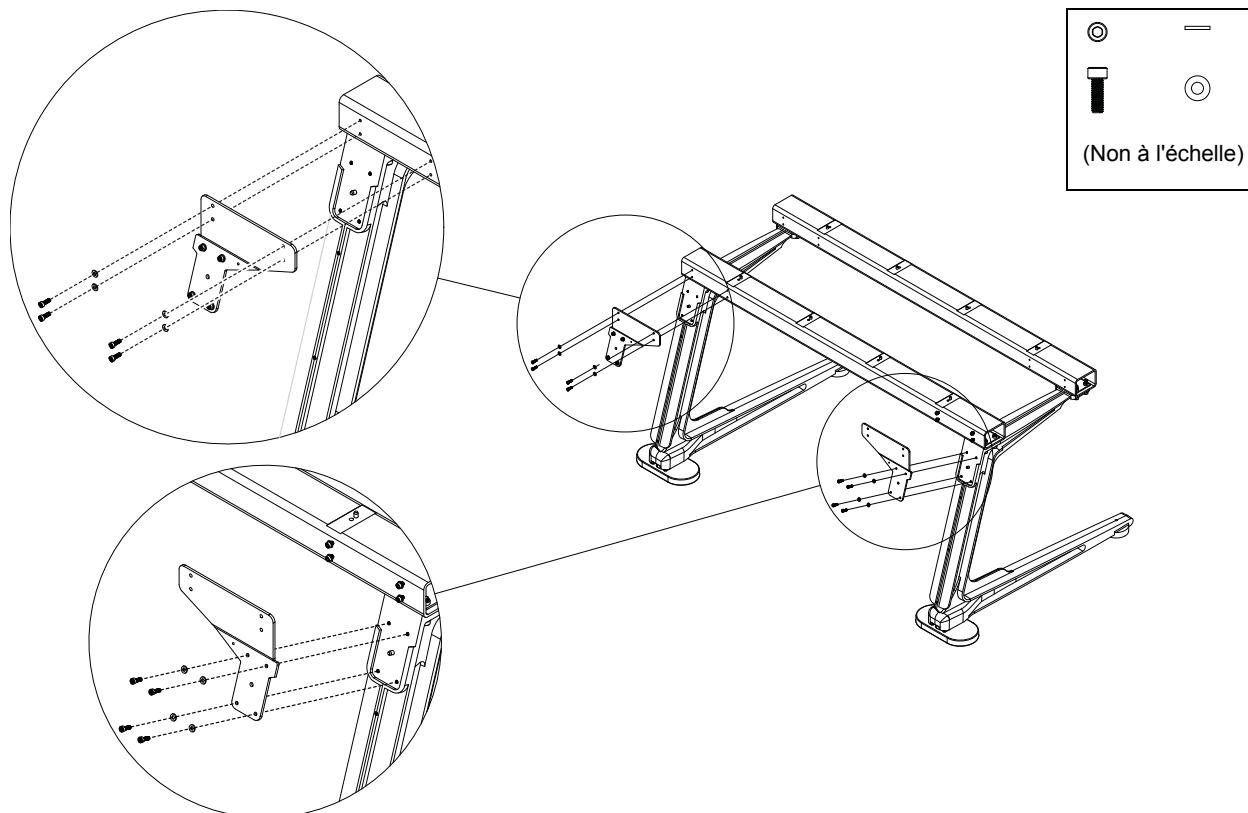

Figure 5. Fixation des supports d'angle arrière
- 1 Fixez les supports d'angle arrière comme représenté sur la Figure 5, à l'aide de quatre vis et rondelles (fournies) par support. Alignez les axes de fixation des supports avec les trous de la partie supérieure des pieds.